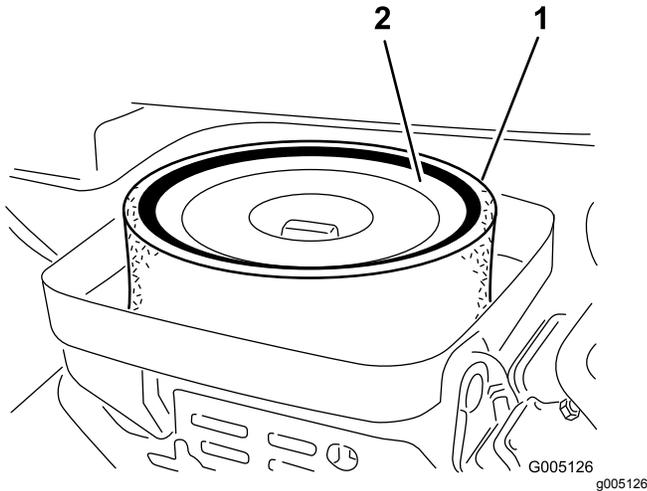

Figure 37
3. Retirez l'écrou à oreilles qui fixe les éléments au boîtier du filtre à air (Figure 37).
4. Si l'élément en mousse est encrassé, sortez-le de l'élément en papier (Figure 37). Nettoyez-le soigneusement comme suit :